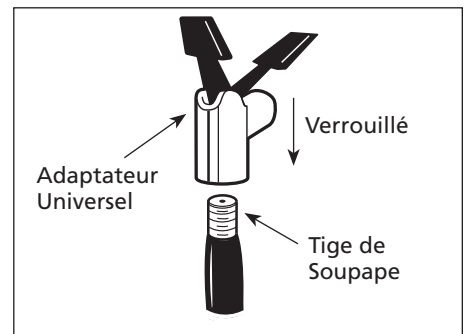

Figure 1
- Enlever le capuchon de la tige de soupape. Fixer l'adaptateur universel du gonfleur à la tige de soupape avec le levier dans la position supérieure. S'assurer de presser l'adaptateur universel par dessus les filets de la tige de soupape complètement. Une fois que l'adaptateur universel soit fermement en place, presser le levier de verrouillage afin de le verrouiller en place sur la tige de soupape (Voir Figure 1).
- Pour utiliser les accessoires de gonflage, introduire la pièce dans l'adaptateur universel et presser le levier pour le verrouiller en place (Voir Figure 1). L'accessoire de gonflage s'ajustera avec sûreté.